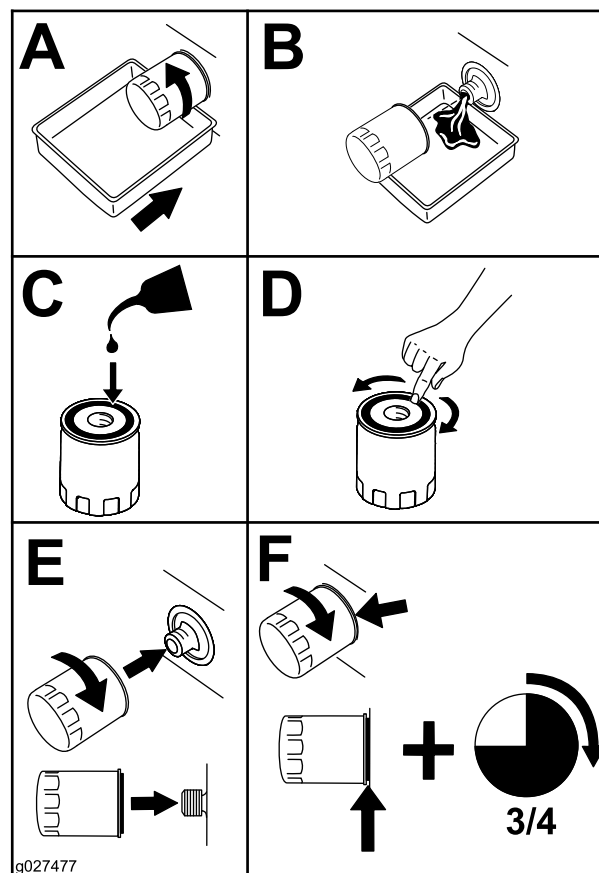

Figura 61
2. Cambiate il filtro dell'olio del motore (Figura 61).